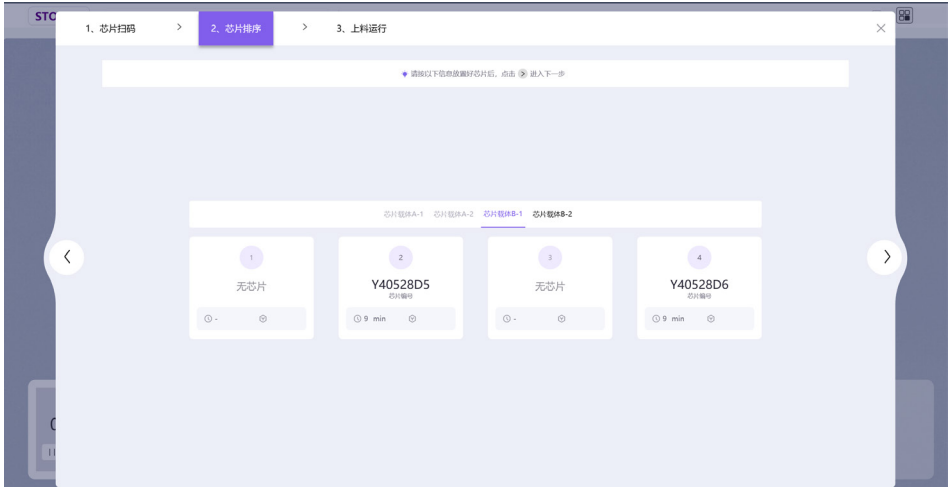

图 3-31 上料区 B 芯片信息确认界面
- d. 信息录入完毕后，点击下一页，进行图 3-31 所示的页面，再次确认录入信息，确认无误后点击下一步按钮；